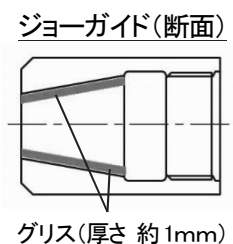

図 8-3
- 5) ジョーガイドの内側(ジョーと接する面)にグリスを十分に塗布して組み付けてください。(図 8-3 参照)
- 2) 組み付ける前に、先端部品の清掃・グリスアップを実施してください。(P.17 図 8-3 参照)